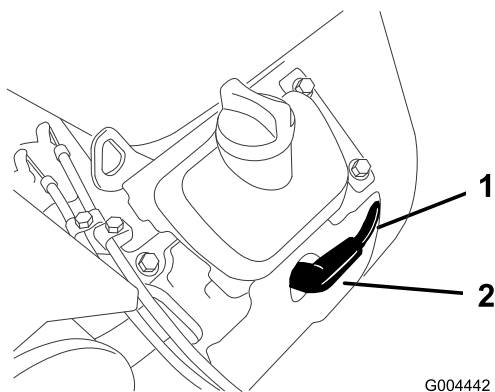

Figura 43
3. Retire el/los cable(s) de la(s) bujía(s) (Figura 43). Ahora limpie alrededor de la(s) bujía(s) para evitar que entre suciedad en el motor, lo que podría dañarlo.
3. Conecte el/los cable(s) a la(s) bujía(s) (Figura 43).